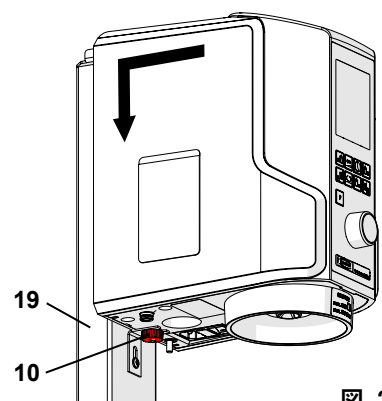

図. 3
- ⇒ 本装置をルレットナットで確実に支えて下さい (10, 図. 3)。